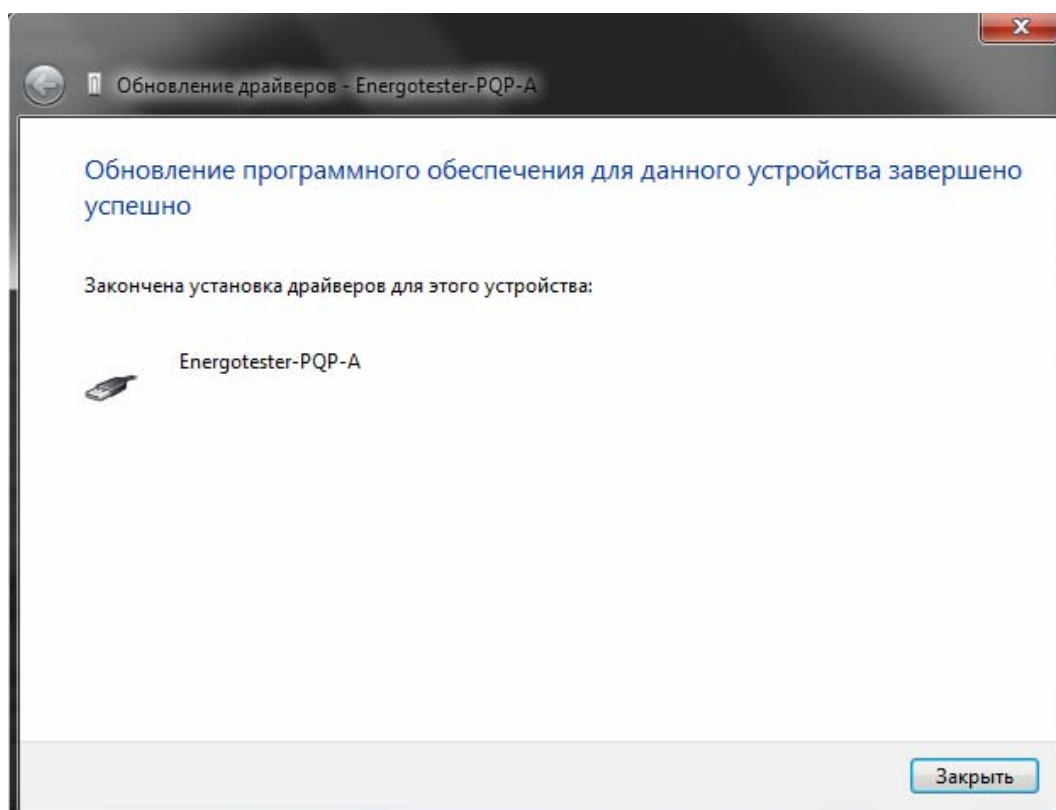

Рис. 8.3
4. После установки драйвера в открывшемся окне (рис. 8.3) нажать кнопку «Закрыть».